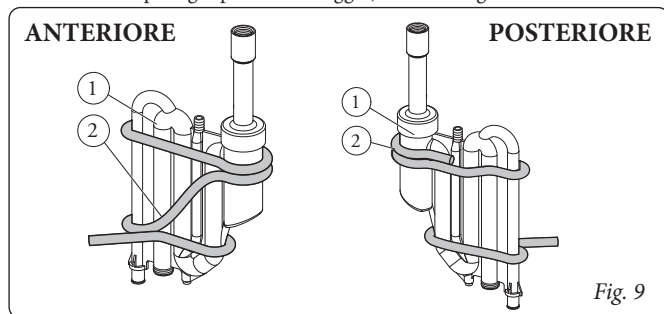

Fig. 9
### Montaggio cavo scaldante interno unità interna (Fig. 9 - 11).
Avvolgere il cavo scaldante (2) attorno alla parte inferiore del sifone (1) per 2 giri, fissarlo quindi in 2 punti con le fascette presenti all'interno del kit (usare 2 fascette in serie per ogni punto di fissaggio) come da Fig. 9.